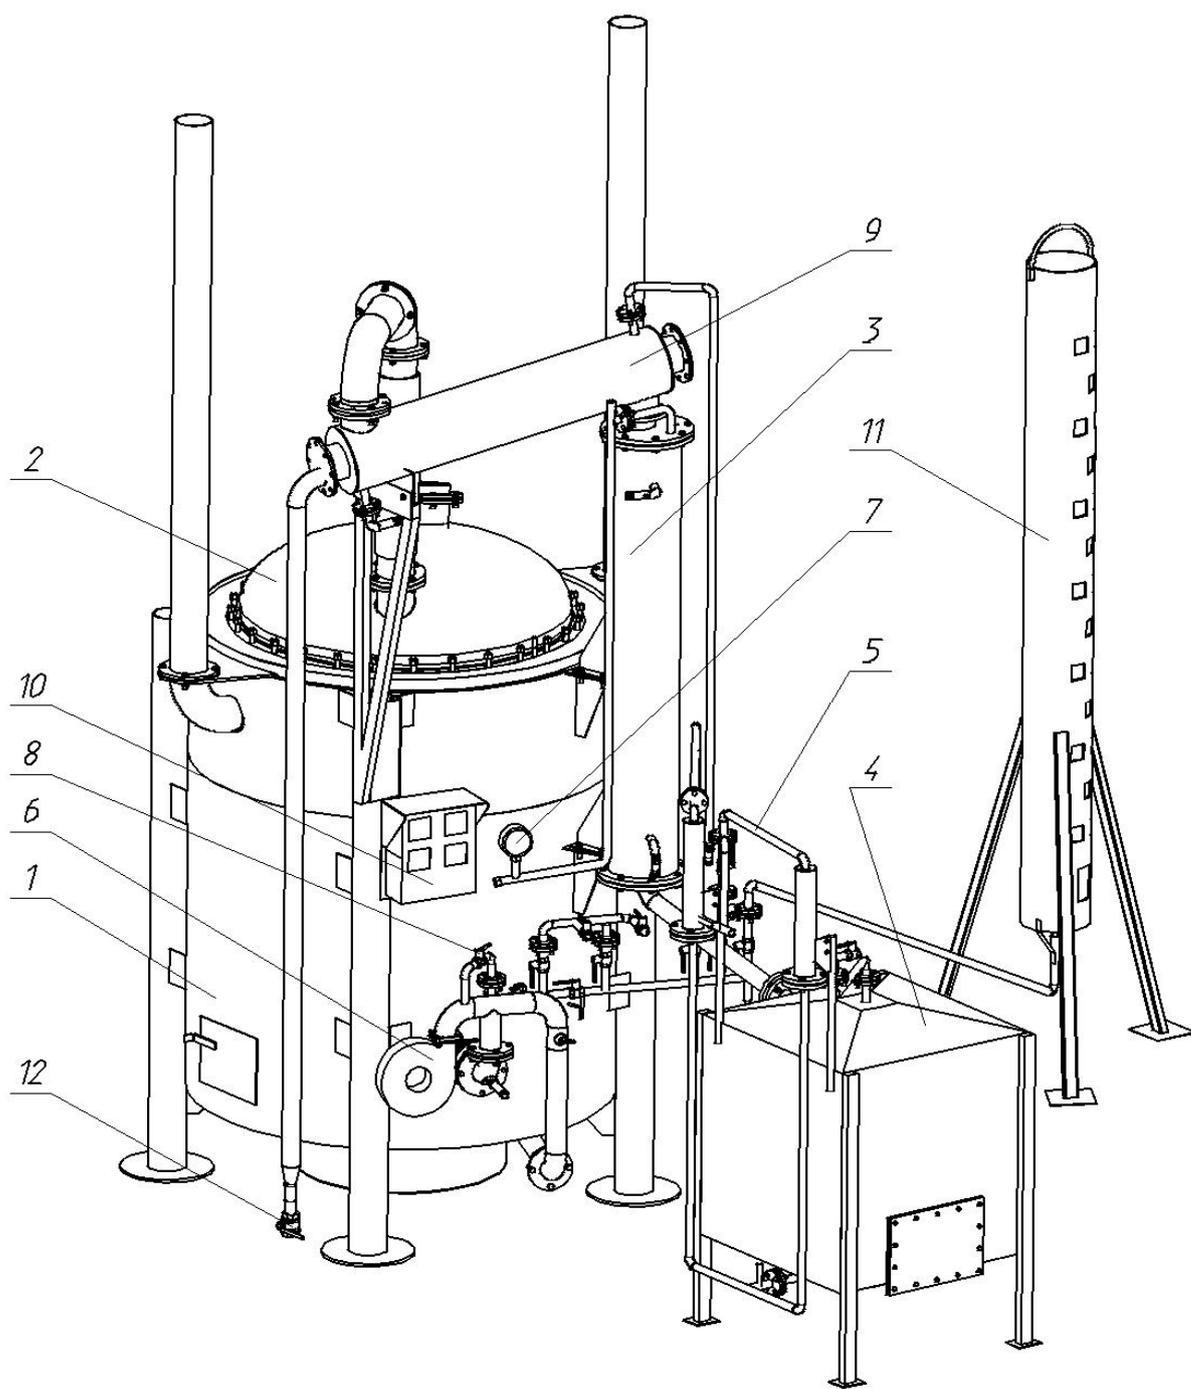

Рис. 1 Установка пиролиза Т- ПУ1
4.1. Установка пиролиза Т- ПУ1 (Рис.1)